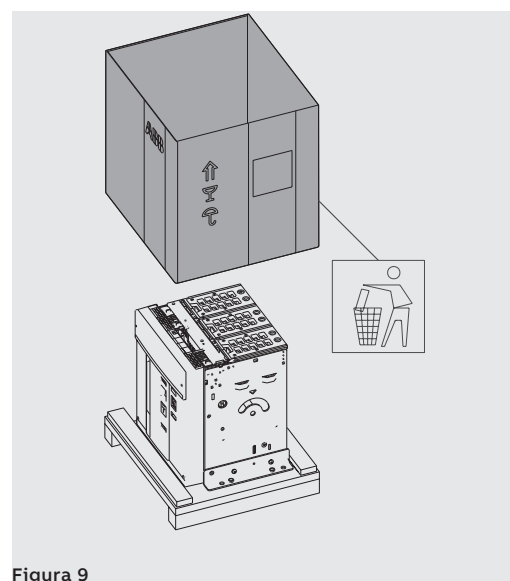

Figura 9
3. Quitar la caja de embalaje levantándola. Véase Figura 9.